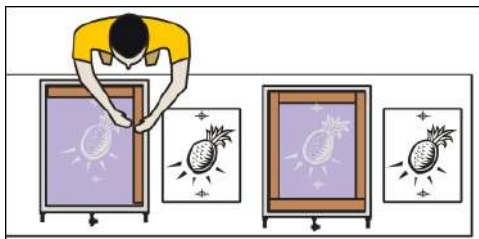

Imagen 332\_02
**2-** Sellar los laterales internos de las matrices (Imagen 332\_02)